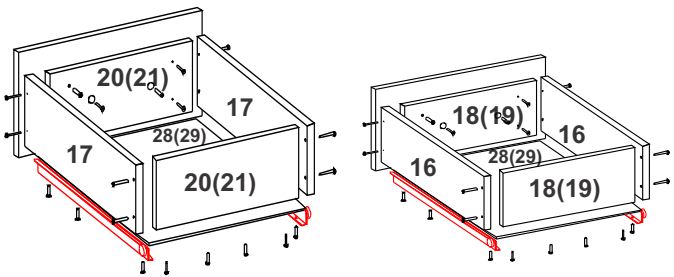

Рис. 3
Соединить стенки ящика № 17, 20(21) и 16, 18(19) с помощью шурупов 4x30 [16] (см. Рис. 3). Соединить фасады ящика № 23 со стенкой ящика № 18(19) и № 24 со стенкой № 20(21) согласно отверстиям при помощи шурупов 4x25 [10]. Закрепить дно № 28 и 29 к стенкам ящиков при помощи гвоздей [1]. Роликовые направляющие [9] закрепить к боковым стенкам ящика № 16 и 17 при помощи шурупов 4x16 [15]. Закрепить ручку [13] шурупами 4x30 [16]. Установите ящики в проем.